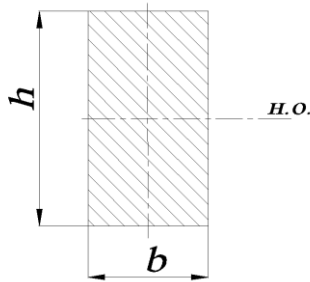

Рис. 57
1) прямоугольник размером $b \times h$ (рис. 57)